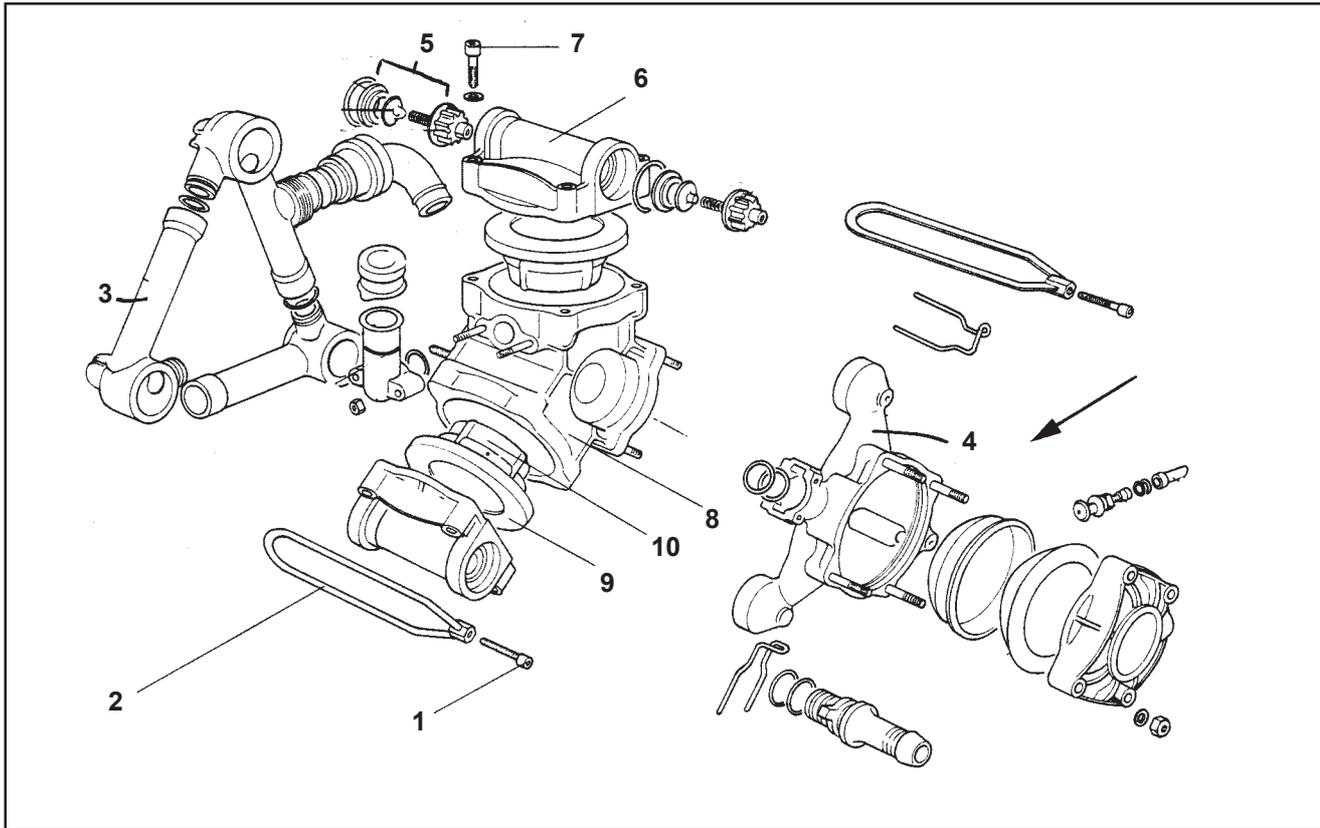
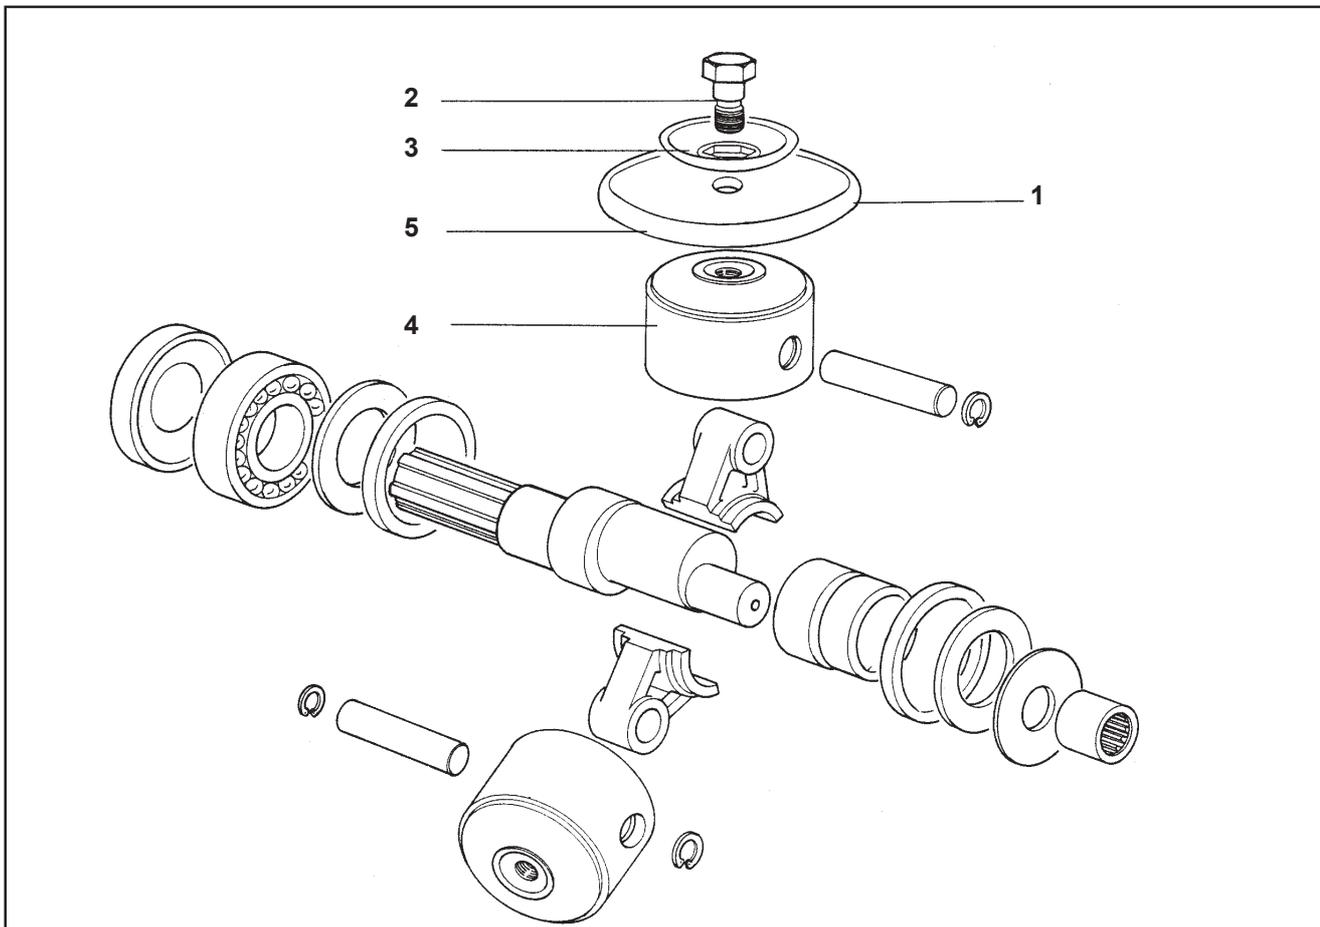

Fig. 9.7
Fig. 9.8
Ein Öl-Spritzbrühe-Gemisch im Öleinfüllstutzen bzw. ein feststellbarer Ölverbrauch ist ein sicheres Zeichen für einen Kolbenmembrandefekt. In diesem Fall grundsätzlich Austausch aller Kolbenmembrane (Fig. 9.8/ 1).
Überprüfen Sie die Kolbenmembrane (Fig. 9.8/ 1) durch Demontage mindestens einmal jährlich auf ihren Zustand.
- Lösen der Schrauben (Fig. 9.7/ 1).
- Entfernen des Spannbügels (Fig. 9.7/ 2) sowie des Saug- und Druckrohrs (Fig. 9.7/ 3, 9.7/ 4) einschließlich der Ventilgruppen (Fig. 9.7/ 5). **Auf Einbaulage der saug- und druckseitigen Ventile achten!**
- Abnehmen des Zylinderkopfes (Fig. 9.7/ 6) nach Entfernen der Schrauben (Fig. 9.7/ 7).
- Überprüfen der Kolbenmembrane (Fig. 9.8/ 1).
- Lösen der Schraube (Fig. 9.8/ 2) und abnehmen der Kolbenmembrane (Fig. 9.8/ 1) zusammen mit der Haltescheibe (Fig. 9.8/ 3) vom Kolben (Fig. 9.8/ 4).
- Ist die Kolbenmembrane gebrochen, so daß Spritzbrühe und Öl im Pumpengehäuse (Fig. 9.7/ 8) miteinander vermischt sind,
- Herausnehmen des Zylinders (Fig. 9.7/ 9) aus dem Pumpengehäuse.
- Einsetzen des Zylinders in das Pumpengehäuse unter Berücksichtigung auf die richtige Lage der Aussparungen (Fig. 9.7/ 10).
- Montieren der Kolbenmembrane (Fig. 9.8/ 1).
**Befestigen der Kolbenmembrane derart mit Haltescheibe und Schraube am Kolben, das der Rand (Fig. 9.8/ 5) zur Zylinderkopfseite (Fig. 9.7/ 6) weist.**